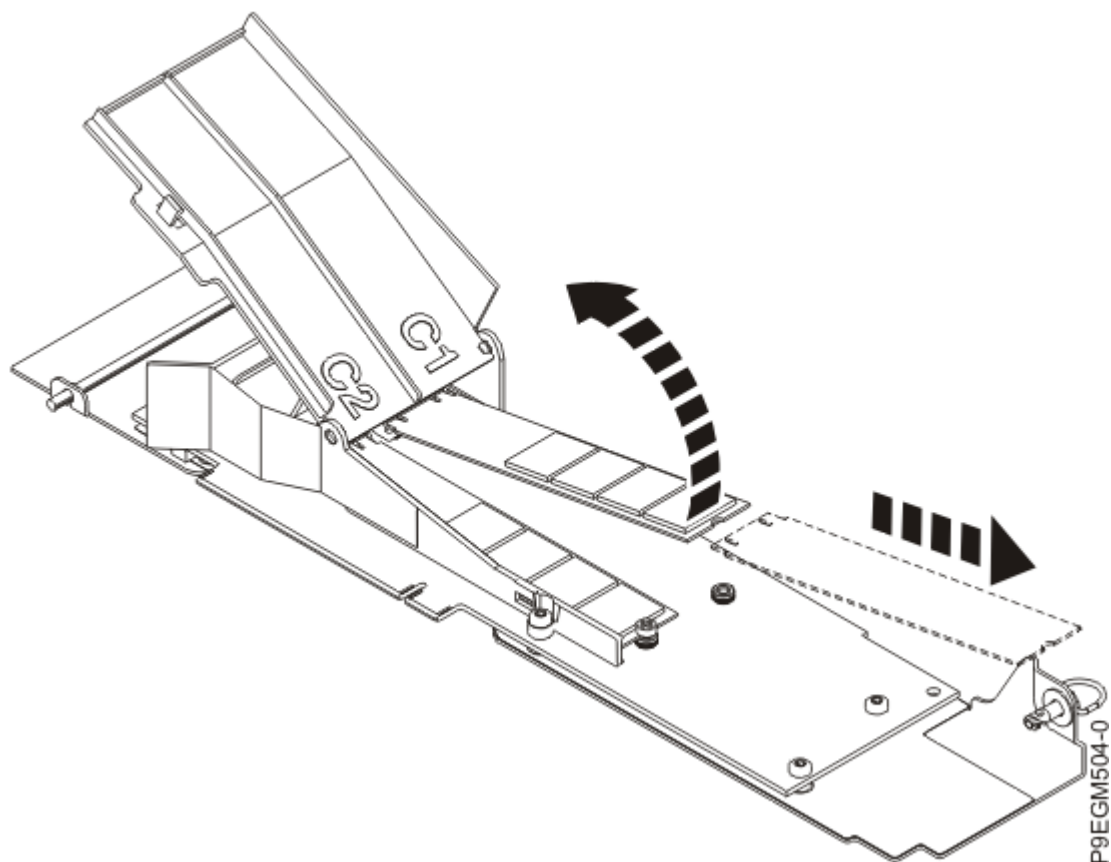

Figure 17. Retrait du module flash de la carte porteuse NVMe M.2
- c) Retirez le module flash en le soulevant et en le faisant pivoter comme indiqué à la Figure 17, à la page 23.